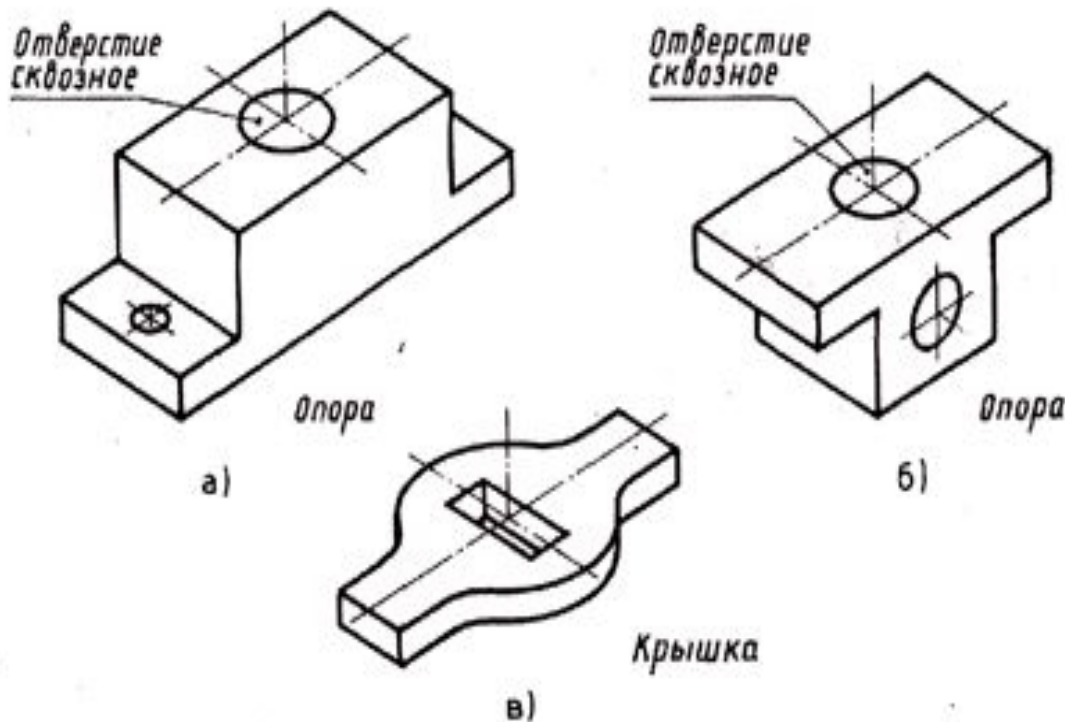

Рис. 101. Наглядные изображения деталей
4. Выполните на бумаге в клетку *технический рисунок* одной из деталей (рис. 101), используя правила построения какой-либо *аксонометрической проекции* и любого приема *оттенения*.